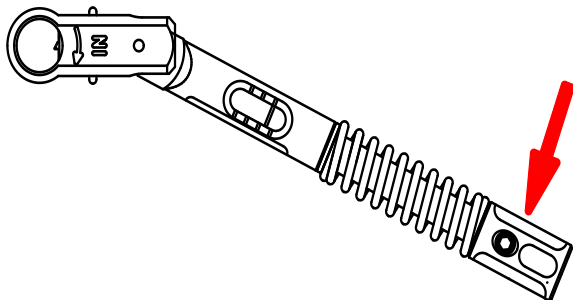

Рис. 2
- Точка нажатия для точного срабатывания крутящего момента находится исключительно на ручке регулировочной гайки (см. стрелку на **рис. 2**).